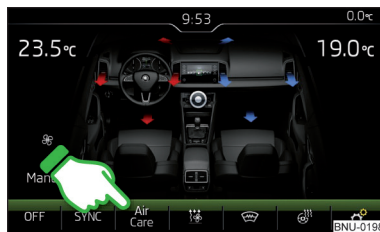

Fig. 151
- Pentru **activare/dezactivare** apăsați tasta **MENU** de pe panoul de operare a Climatronic, apoi atingeți suprafața de comandă funcții **AIR CARE** → **Activ** de pe afișajul Infotainment » fig. 151.